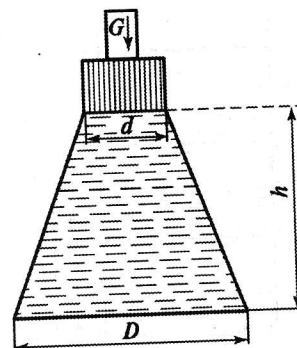

Рис. 2.3
**Задача 2.4.** Сосуд, имеющий форму конуса с диаметром основания  $D$ , переходит в цилиндр диаметром  $d$  (рис. 2.3). В цилиндре перемещается поршень с нагрузкой  $G = 3000$  Н. Размеры сосуда:  $D = 1$  м;  $d = 0,5$  м;  $h = 2$  м; плотность жидкости  $\rho = 1000 \text{ кг/м}^3$ . Определить усилие, развиваемое на основание сосуда.